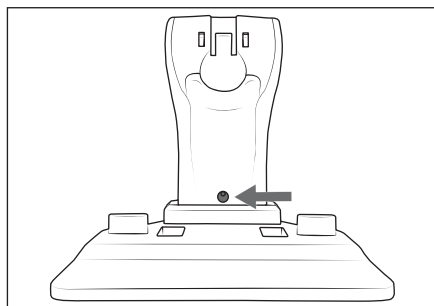

Fig. 1
- 1) Brug åbningen i holderen 20 til markering af borehullet på væggen (fig. 1).
- 4) Sæt skruen ind i holderens 20 åbning (fig. 1), og skru den i dyvlen med en stjerneskruetrækker.
- 3) Sæt skruen **12** ind i skrueåbningen bag på skaftet **11** igen. Stram skruen **12** med en stjerneskruetrækker i urets retning (fig. 1).